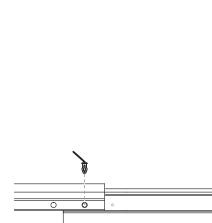

Рис. 11
- Соедините панели H и I согласно Рис. 11, отрегулируйте в соответствии с шириной окна.